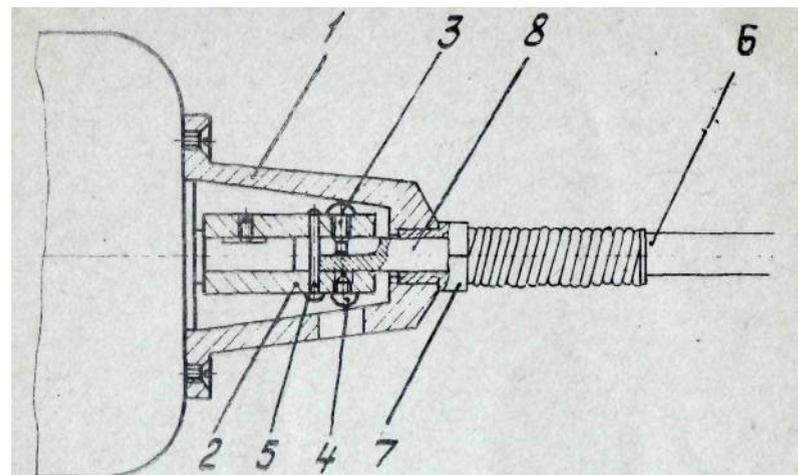

Рис. 4. Схема подсоединения рукава гибкого РГШ-10 к электродвигателю
6.2. Подсоедините к бормашине гибкий рукав (РГШ-10 или РГТ-10). При подсоединении рукава РГШ-10 (Рис. 4) выдвиньте валик 8 на максимально возможную величину и введите его в отверстие муфты 2 до упора в штифт 5, таким образом, чтобы винт 3 вошел в шпоночный паз валика. Винт 4 заверните до упора. Затем заверните гайку 7.
7.10. Для замены гибкого рукава РГШ-10 (Рис. 4) выверните винт 4 на 2...3 оборота и, вращая за гайку 7, отсоедините гибкий рукав 6 от бормашины. При несовпадении головки винта с отверстием во втулке 1, необходимо иод-